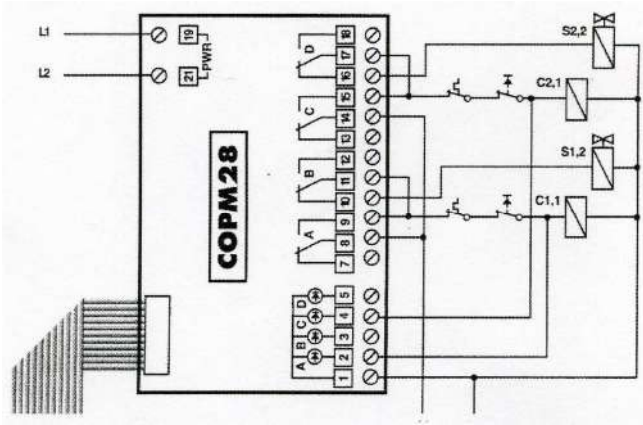

Рис. 3
5.7 НЕИСПРАВНОСТЬ ВЫХОДА. "out 'N'". Как правило, любой большой или средний компрессор имеет ряд защитных устройств, которые защищают прибор от повреждений, которые могут возникнуть вследствие перегрева обмотки, прерывания фазы, недостатка смазки, и т.д. При соединении всех контактов образуется цепь безопасности, которая включается при возникновении критической ситуации. Мониторинг выходов предназначен для выявления перебоев в питании катушки переключателя, произошедших в результате срабатывания одного или нескольких защитных устройств (см. рис. 3).